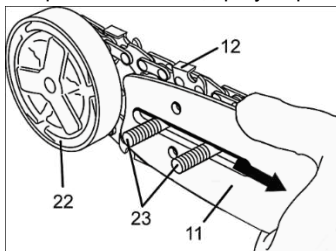

Рисунок 3
- Встановіть напрямну шину (11, рисунок 3) на напрямні гвинти (23) під кришкою зчеплення, якомога ближче до ведучої зірочки, яка розташована під диском зчеплення (22).
- Одягніть ланцюг на ведучу зірочку та вставте хвостовики ланок ланцюга (12, рисунок 3) в паз верхньої частини напрямної шини, переконавшись, що різучі кромки ланок дивляться вперед.
- Потягніть напрямну шину вперед, натягнувши таким чином ланцюг (дивіться рисунок 3).